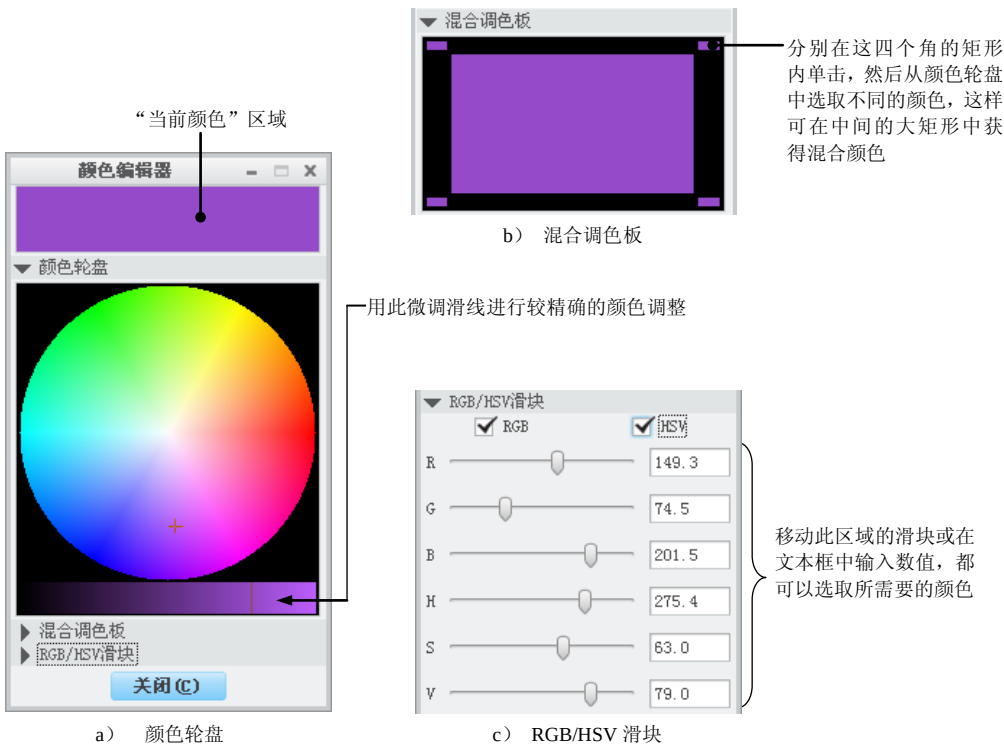

图 7.2.8 “颜色编辑器”对话框
- ☒ “颜色”按钮：单击该按钮，将弹出图 7.2.8 所示的“颜色编辑器”对话框，用于
在 **基本** 选项卡的 **颜色** 和 **突出显示颜色** 区域中单击“颜色”按钮，系统均会弹出图 7.2.8 所示的“颜色编辑器”对话框，该对话框中包含下列几栏：
- “当前颜色”区域：显示当前选定的颜色，如图 7.2.8 a 所示。
- **颜色轮盘** 栏：可在“颜色轮盘”中选取一种颜色及其亮度级，如图 7.2.8 a 所示。
- **混合调色板** 栏：可创建一个多达四种颜色的连续混合调色板，然后从该混合调色板中选取所需要的颜色，如图 7.2.8 b 所示。
- **RGB/HSV滑块** 栏：该区域包括RGB和HSV两个子区域，如图 7.2.8 c 所示。